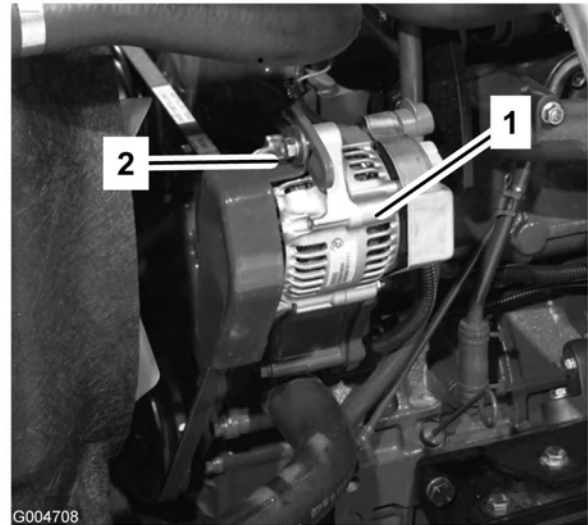

Bild 63
Prüfen Sie den Zustand und die Spannung der Treibriemen (Bild 63) alle 100 Betriebsstunden.
2. Lockern Sie bei einer Durchbiegung von mehr oder weniger als 10 mm die Befestigungsschrauben der Lichtmaschine (Bild 63). Erhöhen oder reduzieren Sie die Spannung des Lichtmaschinen-Treibriemens und ziehen Sie die Schrauben wieder fest. Prüfen Sie die Riemenspannung noch einmal auf korrekte Einstellung.